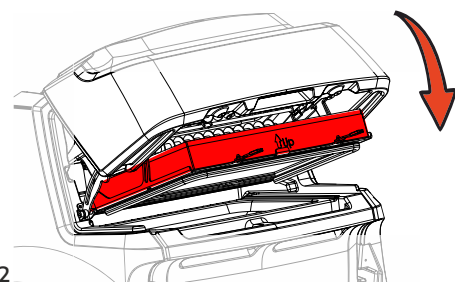

Abb. 42
- Filterhalter incl. Staubfilter langsam ablassen bis dieser gehalten wird. (Abb. 42)